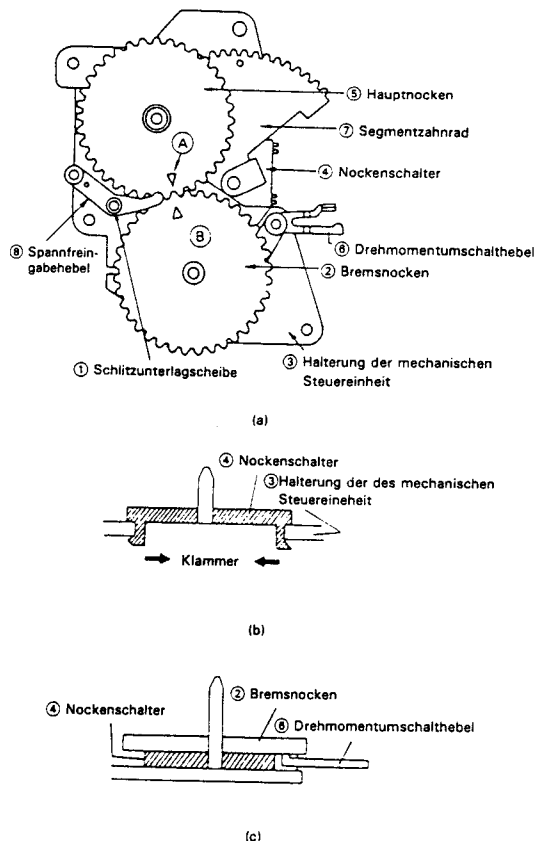

Abbildung 1-27.
1. Die Schlitzzunterlagsscheibe ④ entfernen.
2. Das Verbindungsgelenk (B) ⑤ entfernen.
3. Die Gleistückeneinheit (A) 11 so einstellen, daß das Einstellloch ⑤ des Chassis auf die Einstellbohrer der Gleistückeneinheit und des Hauptantriebshebels 13 ausgerichtet ist. (Die Hauptbremsefeder 14 entfernen, um die erwähnten Löcher einfacher aufeinander ausrichten zu können).
4. Die Spannarmfeder entfernen, und die Ladeanhänger (A) ⑥ und (B) ⑦ ganz in die Pfeilrichtung → drehen, um das Gerät auf die Entlade-Betriebsart einzustellen.
5. Den Bremsblock ⑥ der Laufwerk-Steuerung einhaken in Pfeilrichtung drehen, bis sich das Einstellloch ⑤ des Segmentzahnrads in der Mitte des Segmenteinsteiloches für den Stützwinkel befindet.
- Ausbauen (Abb. 1-27)
- 1. Den Nockenschalter ④ am Bremsnocken ② anbringen.
- 2. Die aus dem Nockenschalter ④ und dem Bremsnocken ② bestehende Einheit am Laufwerk-Steuernwinkel ⑤ anbringen.
- Beim Anbringen an der Laufwerk-Steuereinheit darauf achten, daß die Einstellmarke ⑤ des Hauptnockens auf die Einstellmarke ⑥ des Bremsnockens ausgerichtet ist, und außerdem den Drehmoment-Umschaltkebel auf die Kerbe im Bremsnocken ausrichten.
- 3. Die Schilltuntleragschelle ① anbringen.